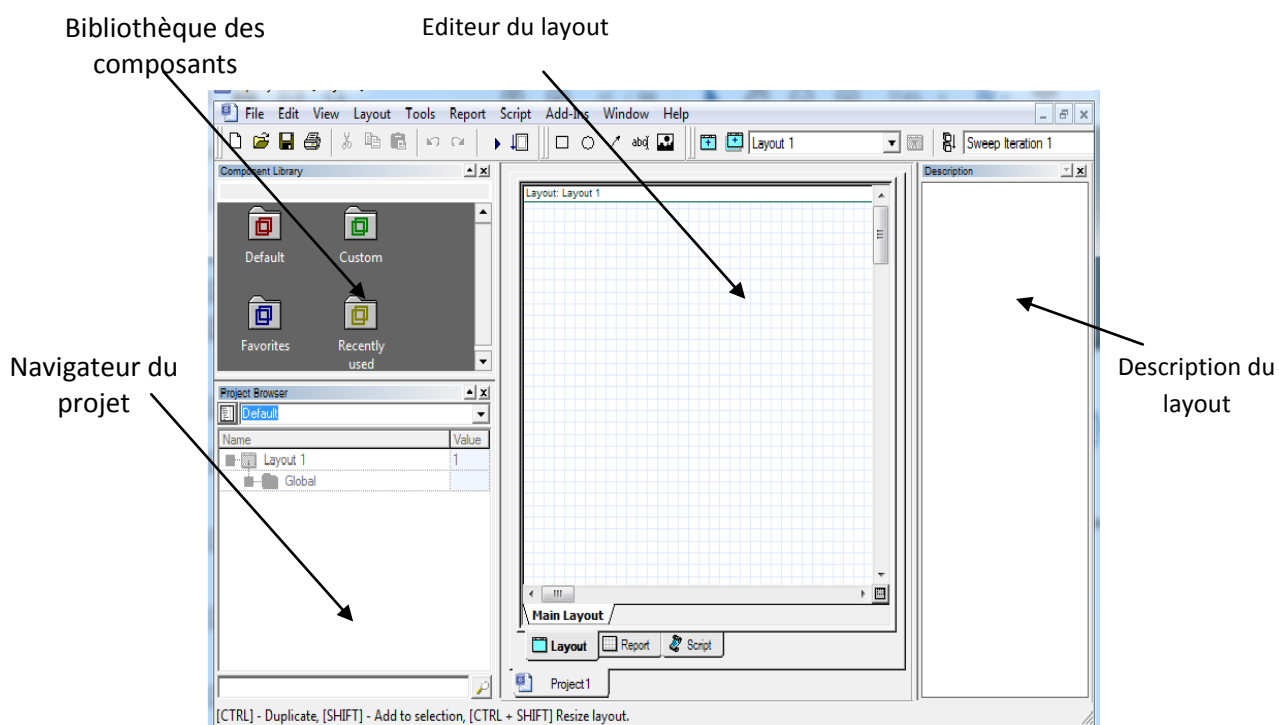

Figure 2 : Interface utilisateur graphique OptiSystem
OptiSystem s'ouvre et l'interface graphique apparaît (voir la figure 2).
- Fichier > Nouveau. Une disposition principale vierge apparaît dans la fenêtre de disposition du projet (Figure 2).